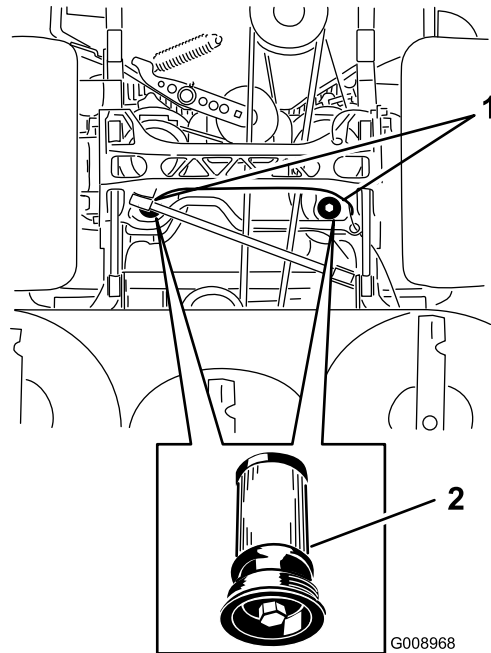

Figura 101
5. Coloque um recipiente de escoamento debaixo dos filtros, retire o filtro velho e limpe a superfície (Figura 101).
6. Aplique uma fina camada de fluido hidráulico na junta de borracha do filtro de substituição (Figura 101).